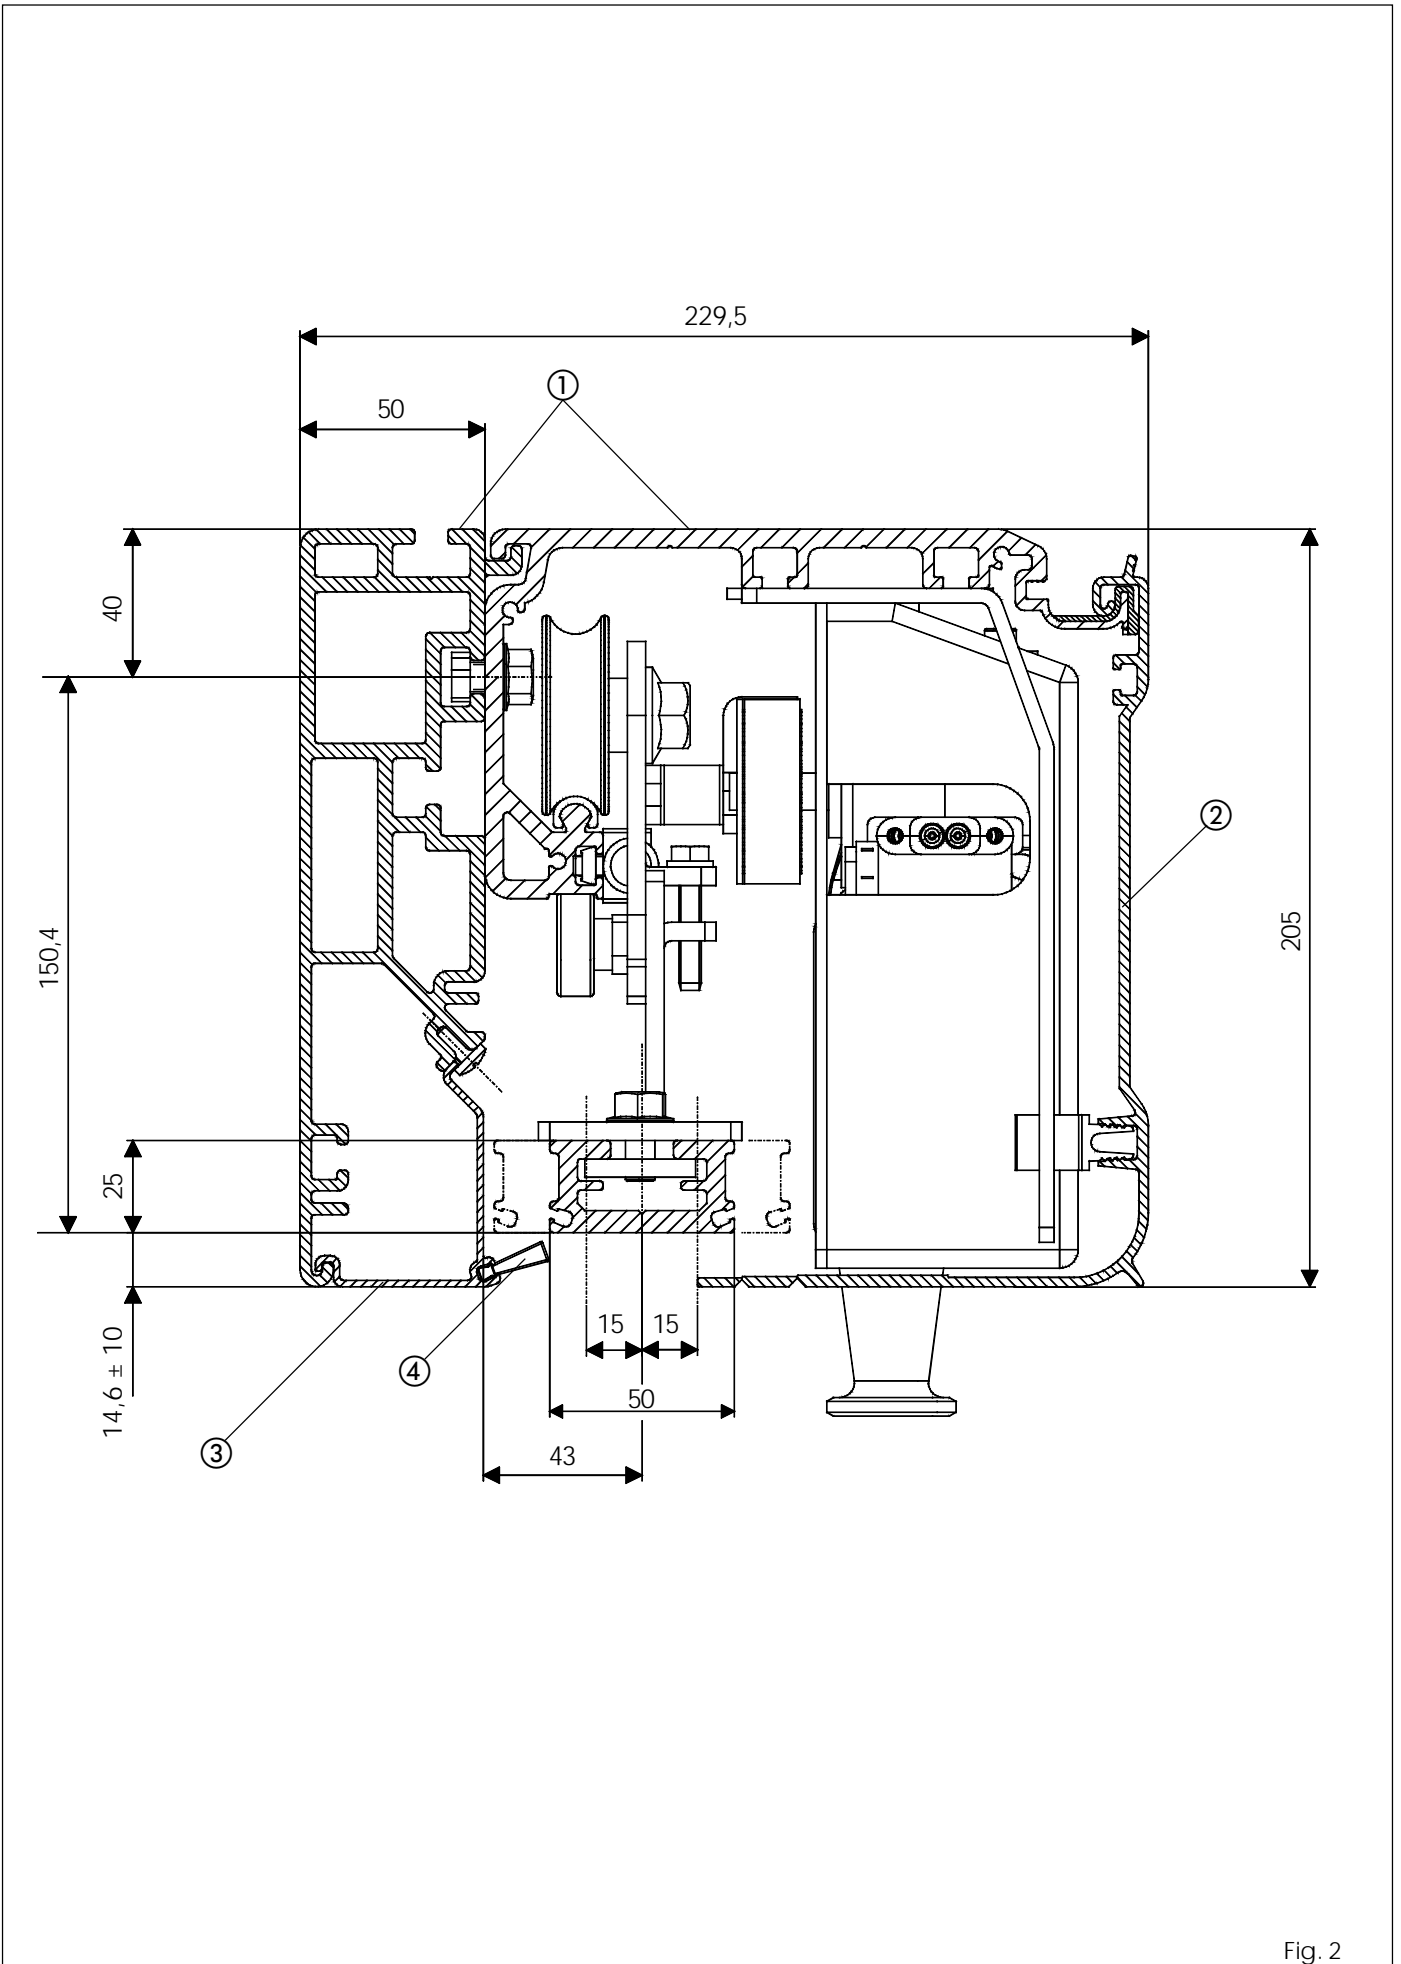

Fig. 2
### Perfil SM (fig. 2 ref. ①)
#### Cárter frontal (fig. 2 y 3 ref. ②)
#### Cepillo para perfiles de cierre (fig. 2 y 3 ref. ④)